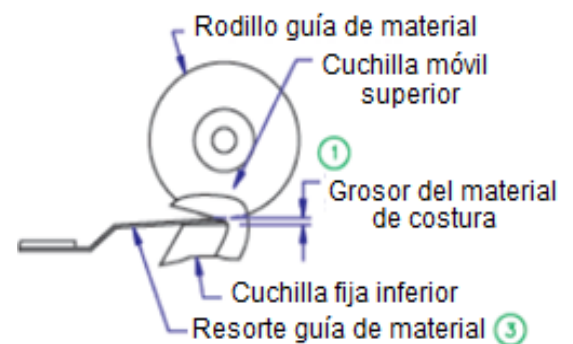
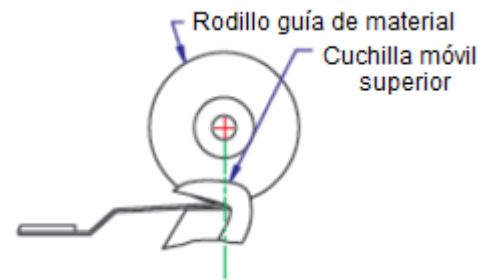
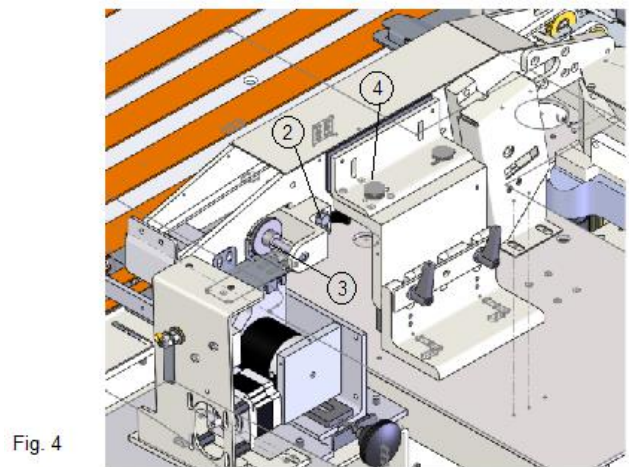

Fig. 1
Fig. 2
Fig. 4
- a) El rodillo guía del material debe ubicarse verticalmente para que tenga 2 veces el espesor (1) (Fig. 1) del material cosido sobre la cuchilla fija inferior. Esto se logra aflojando los dos pernos de 1/4-20 (2) (Fig. 4, página 1-17) que sujetan el bloque de soporte del rodillo guía de material al marco del transportador superior.
d) El rodillo guía del material debe ajustarse a lo largo del plano de costura para que quede centrado en el 1/3 derecho (Fig. 2) del borde cortante de la hoja de la cuchilla móvil superior. Esto se logra aflojando los dos pernos de 1/4-20 (4) (Fig. 4) ubicados en los orificios ranurados del soporte de montaje superior del transportador. Después de ubicar correctamente el rodillo guía de material, apriete firmemente los dos pernos de 1/4-20.